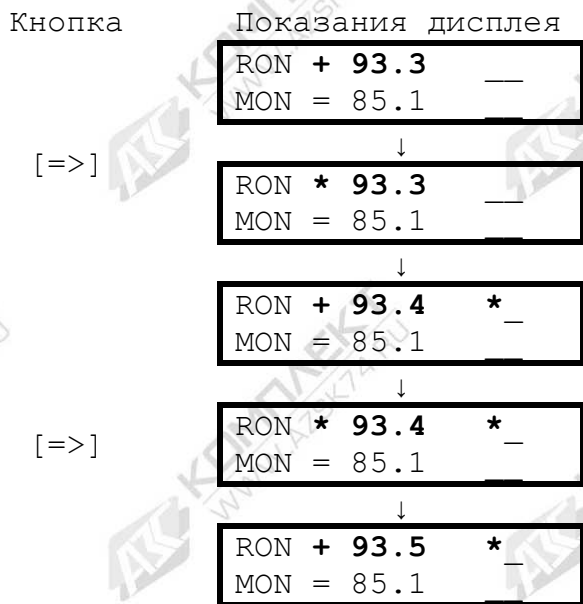

Рис. 6. Пример выполнения операции «+»
3.6.5. Довести значение корректируемого параметра до требуемой величины. Для этого необходимо производить нажатие кнопок [\leq] или [\Rightarrow]. При этом знак операции кратковременно заменяется знаком «*» (прибор обрабатывает поступившую информацию), а затем значение параметра изменяется. На рис.6 и 7 представлены примеры выполнения операций «+» и «<». Каждое нажатие кнопок [\leq] или [\Rightarrow] при использовании операций «+» и «<» производит изменение параметра на 0.1 ед. октанового (цетанового) числа. При использовании операций «<» и «>» изменение на 0.1 ед. октанового (цетанового) числа происходит не всегда, поэтому следует произвести при необходимости несколько нажатий.